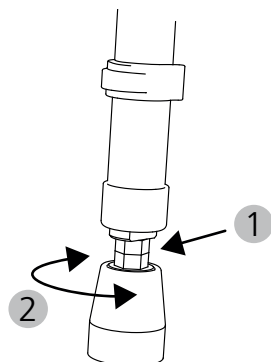

fig. 4
1. Desserrez d'abord le contre-écrou (fig. 4, 1).
2. Puis établissez la position souhaitée en desserrant ou serrant la vis de réglage (fig. 4, 2).
3. Resserrez à fond le contre-écrou (fig. 4, 1).